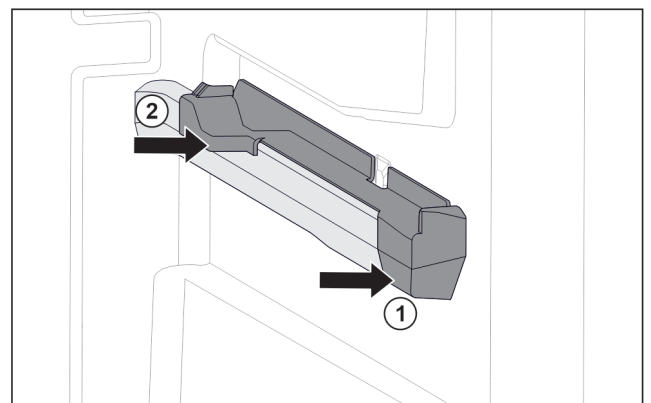

Fig. 148 Вставна частина на правому ребрі для резервуару
- ▶ Одягти вставну частину вперед на ребро резервуару. Fig. 148 (1)
- ▶ Притиснути вставну частину позаду. Fig. 148 (2)